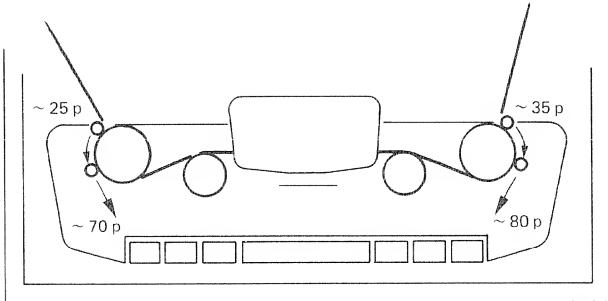

Fig. 4.1.-7
The pinch roller must be removed from the pressure arm. Move the plunger of the solenoid ⑥ by hand. Measure the clearance between the capstan motor shaft and the pressure arm shaft (fig. 4.1.-6). This clearance must be adjusted to 15 mm (+ 0.4/-0 mm), by means of spacers between the solenoid ⑥ and its mounting bracket.
Die Gummi-Rolle muss vom Andruckkann entfernt werden. Den CUE-Magneten 7 von Hand betätigen. Zwischen Tonmotorachse und Andruckarmachse muss der Abstand a (Fig. 4.1.-6) auf 20 mm (+0,4/-0 mm) eingestellt werden, mittels Distanzplättchen unter dem CUE-Magneten 7.